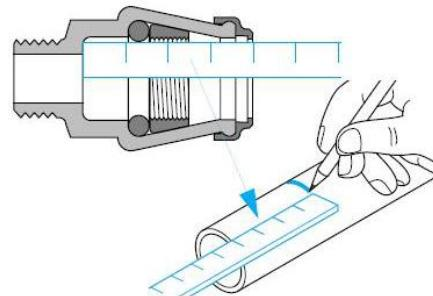

Bild 2
2. Einstechtiefen auf Rohr markieren (siehe Bild 2)